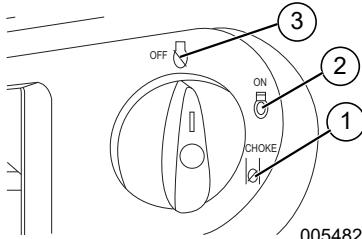

Figure 3-2. Positions OFF/ON/CHOKE (Arrêt/Marche/Etranglement)
- Voir **Figure 3-2**. Placez le sélecteur du cadran « OFF/ON/CHOKE » sur la position CHOKE (1).
- Voir **Figure 3-2**. Lorsque le moteur démarre, placez le sélecteur du cadran « OFF/ON/CHOKE » sur la position ON (2). Pour réduire le fonctionnement de l'étrangleur, faites tourner le sélecteur du cadran « OFF/ON/CHOKE » en direction de la position ON.
3. Voir **Figure 3-2**. Placez le sélecteur du cadran « OFF/ON/CHOKE » sur la position ON (3).
1. Voir **Figure 3-2**. Faites basculer le sélecteur du cadran « OFF/ON/CHOKE » de la position OFF à la position ON. Cette action permet d'ouvrir le robinet de carburant et d'autoriser le démarrage de l'appareil.